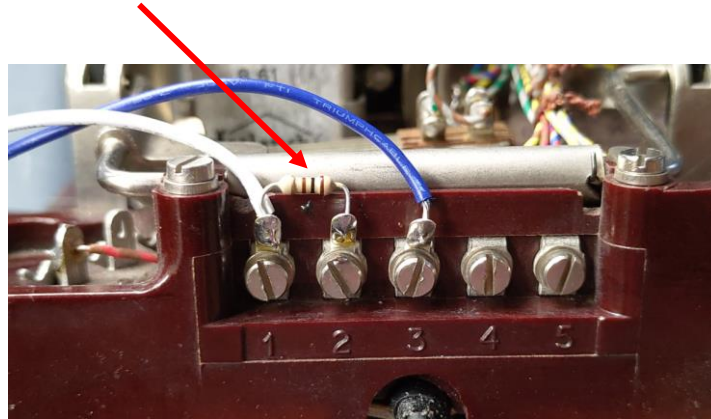

Abbildung 7
- Schliessen Sie die anderen Enden gemäss Abbildung 7 am Kontaktblock an (Anschlüsse 1 und 3).
- Messen Sie die Spannung bei gedrücktem Gabelkontakt (Hörer aufgelegt) am Kontaktblock Abbildung 7 (Anschlüsse 1 und 3). Die Spannung sollte $48V \pm 5V$ betragen.
- Messen Sie die Spannung bei nicht gedrücktem Gabelkontakt (Hörer abgehoben) am Kontaktblock Abbildung 7 (Anschlüsse 1 und 3). Die Spannung sollte grösser 10V betragen.